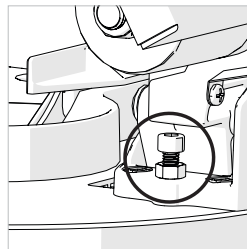

Abb. 22
- Lösen Sie die Feststelmutter der Einstellschraube für den 0°-Neigungswinkelanschlag leicht. (**Abb. 22**)